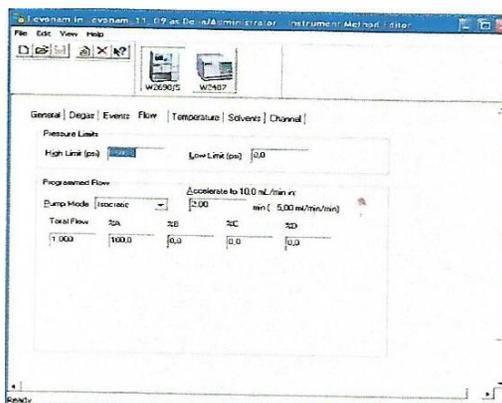

Figura 3
5.3.4. Hacer clic en el ícono que representa al inyector automático, termostato de columna, de esta forma, se establece la temperatura, los límites de presión en la pestaña de Temperatura, el flujo, en la pestaña correspondiente al flujo, y se condiciona al equipo a trabajar de forma isocrática o gradiente según la necesidad de trabajo. **Figura 3**